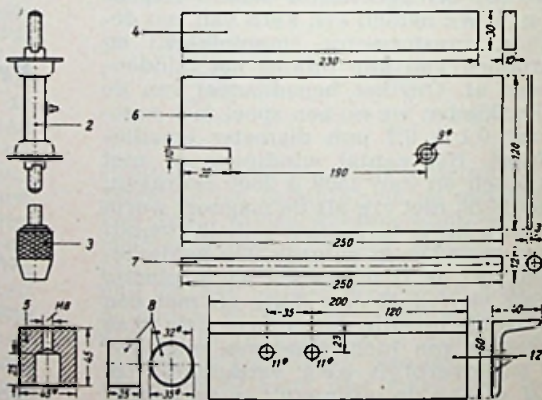

Fig. 3 - BELANGRIJKE ONDERDELEN
Nu maken we twee strippen (4), waarvan het ene einde op C wordt gelast, terwijl de naaf aan het andere einde tussen de strippen wordt gelast. De as moet natuurlijk zuiver evenwijdig aan C lopen. Het beste kunnen we eerst de as uit de naaf halen, dan deze laatste tussen de strippen lassen en tenslotte de strippen eerst provisorisch en daarna definitief aan C lassen. De maten van de verbindingsstrippen (4) zijn in fig. 3 gegeven. Voor de boortafel draaien we eerst de tafelleider (5). Het grote gat moet zo groot zijn, dat de spil van de lijklem er precies in past. Is het gat te groot dan staat later de boortafel niet vast en wiebelt. De oortafel (6) zelf wordt vervaardigd van 3 mm dik plaatstaal (zie fig. 3) en met behulp van een schroef (maat M8) op de leider (5) vastgezet. In plaats van met een schroef kan de boortafel ook op de leider worden gelast. De inkeping in de boor-
Hiervoor is het best hoekijzer (L ijzer) te gebruiken. De maten blijken uit fig. 3, terwijl fig. 2 aangeeft op welke wijze deze steun aan C moet worden gelast. De boormachine kan nu met houtschroeven door de gaten in het hoekijzer op de werkbank worden vastgezet.